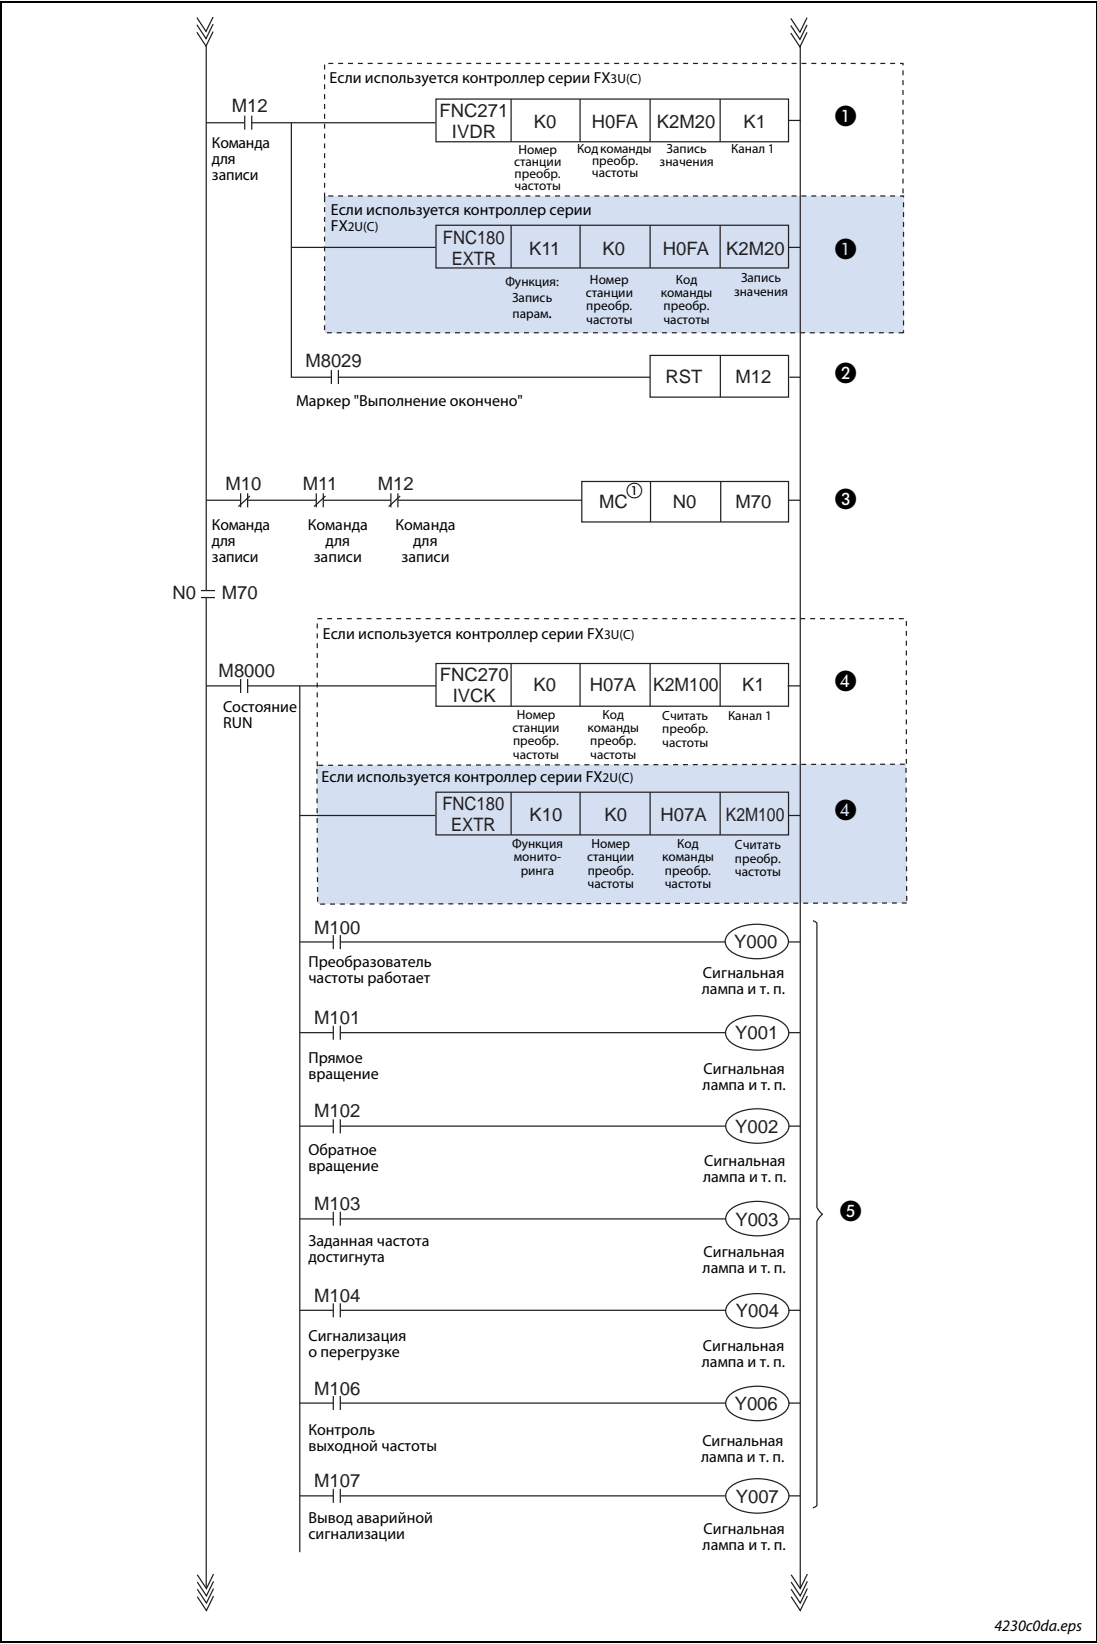

Рис. 4-19: Пример программы в виде релейно-контактной схемы (4)
⑥	Работа запускается через входы X002 или X003
⑦	Для запуска прямого вращения включается бит 1 кода команды H0FA.
⑧	Для запуска обратного вращения включается бит 2 кода команды H0FA.
⑨	Определяются изменения сигналов работы (M20-M27) для преобразователя частоты.
Таб. 4-13: Описание релейно-контактной схемы, изображенной на рис. 4-19 (3)